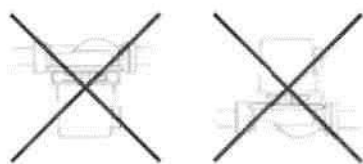

Рис.2
2.7. Запрещается установка оси вала электромотора вертикально (рис. 2).